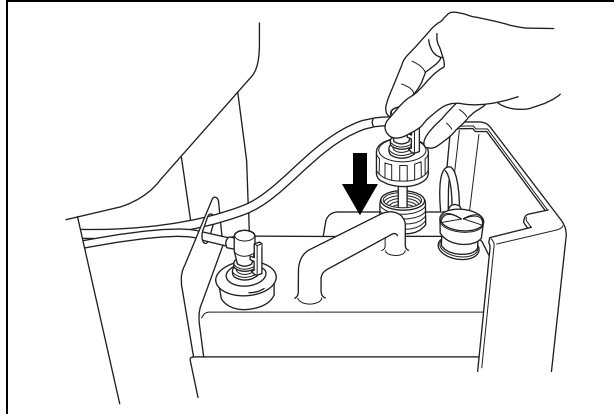

Рис. 7.96
15. Поместите крышку в контейнер со стерилизованной водой (см. Рис. 7.96).
- 17.** Наденьте крышку на контейнер спирта и закройте отсек моющего средства/спирта (см. Рис. 7.96).